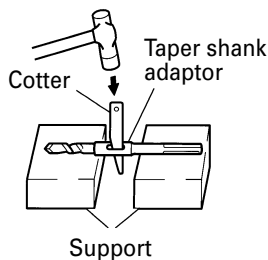

Fig. 11
- (2) Mettre l'appareil sous tension et percer un trou de base.
(3) Après avoir retiré la poussière avec une seringue, fixer le mandrin à la pointe du sabot et l'enfoncer dans le sabot avec un marteau.
(4) Pour retirer la mèche à queue conique, insérer une clavette dans la fente du raccord de queue conique et frapper sur la clavette avec un marteau. (Fig. 11)